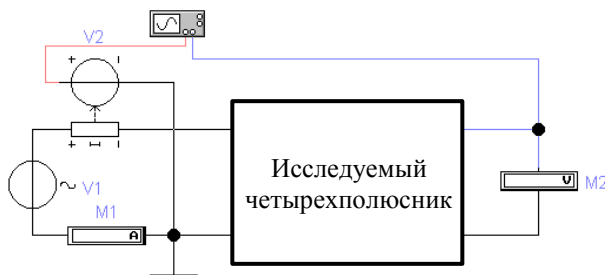

Рис. 6
3.3. Соберите схему для измерения параметра A_{21} четырехполосника (рис. 6).